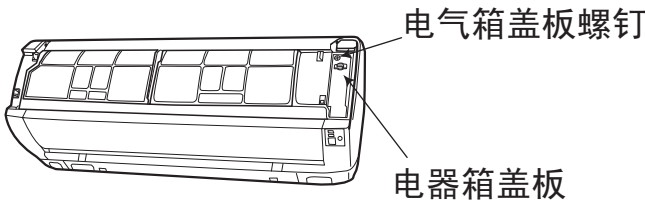

图14-2
(2) 打开面板，拧下电气箱盖板固定螺钉，取下电气箱盖板。（如图14-2）
(3) 电线连接顺序